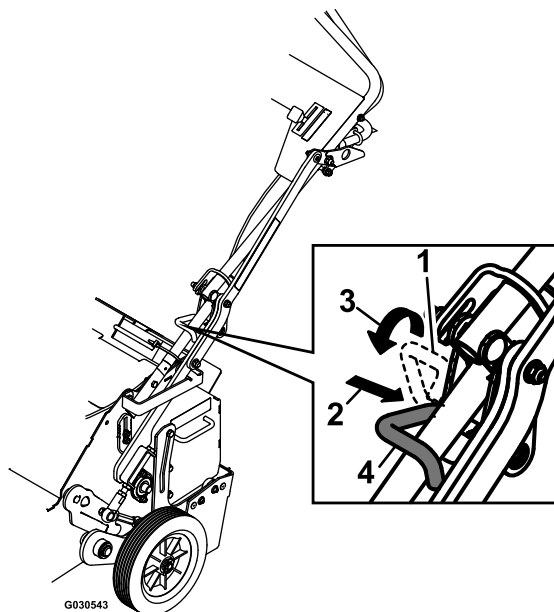

Figure 19
3. Essayez de bloquer la goupille de verrouillage de transport dans le bras inférieur; voir Figure 19.